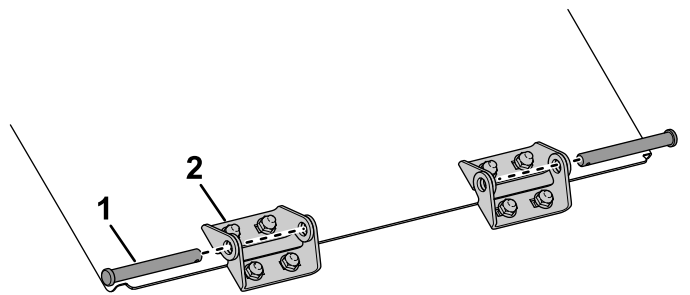
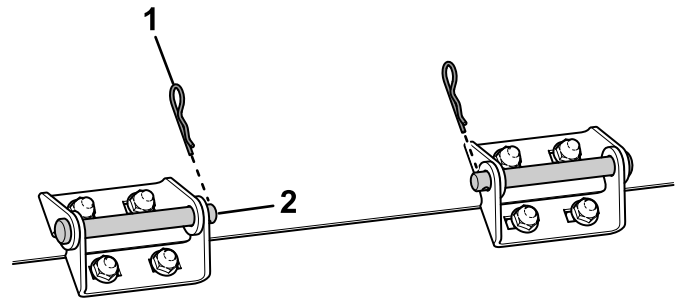

図8
図9
7. ホッパーのドアを機体に取り付ける【図8】と【図9】に示すように、蝶番どうしをピンで連結する。